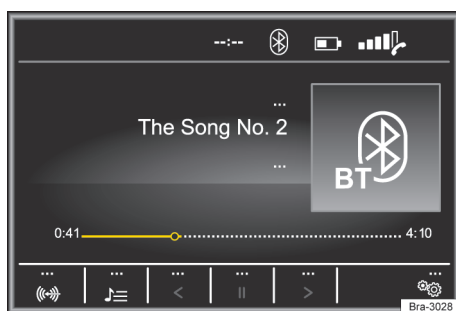
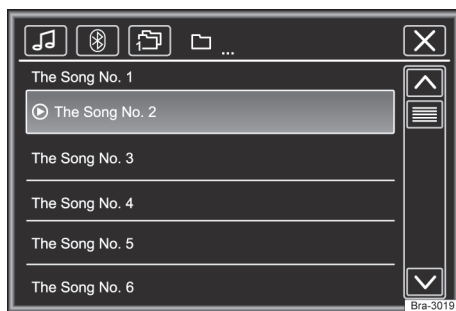

Fig. 127 Menú principal de medios.
Fig. 128 Operación de la radio: lista de estaciones.
- Presionar la tecla **MEDIA** para abrir el menú principal **MEDIA** → fig. 127.
Las fuentes de medios que se reproducen actualmente se exhiben en el botón de función en la parte inferior izquierda → fig. 127.
Leyenda para → fig. 127 y → fig. 128: